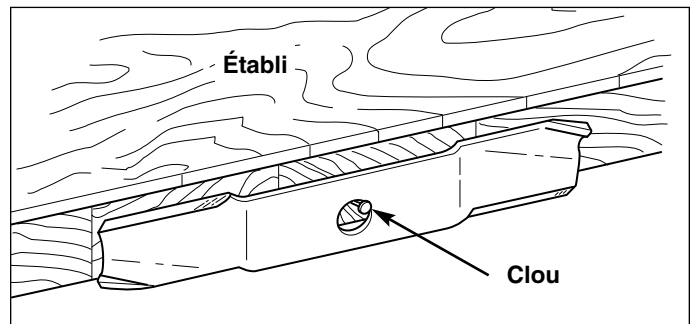

Figure 23. Équilibrage de la lame
5. Équilibrer la lame comme indiqué à la Figure 23. Centrer le trou de la lame sur un clou lubrifié d'une goutte d'huile. Une lame équilibrée doit rester à l'horizontale.